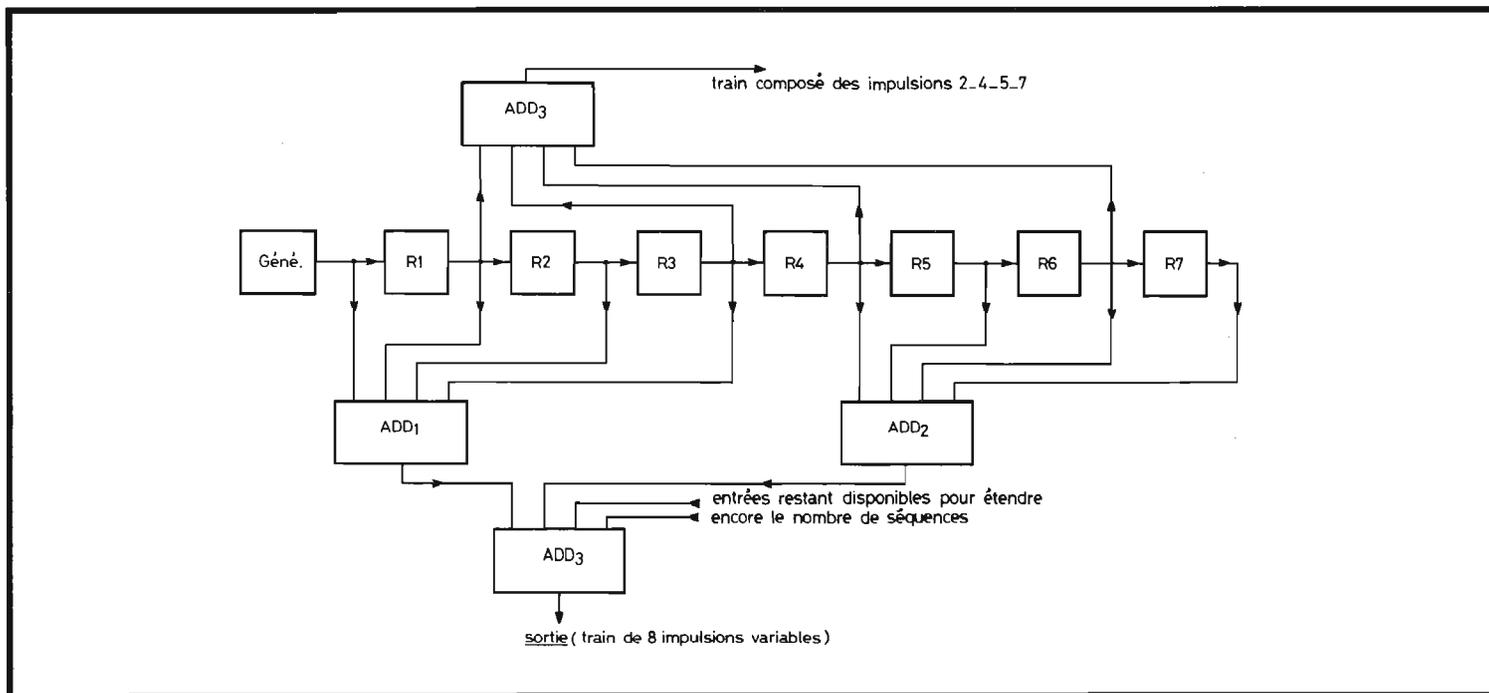

Fig. 3. – Exemple d'extension des possibilités du séquenceur au moyen de plusieurs additionneurs.
## Les accessoires de raccordements (fig. 3).
**Fig. 3.** – Pour exploiter les possibilités du banc pour maquettes, il sera nécessaire de réaliser divers accessoires de raccordements, comme le précise les croquis ci-dessus.
La **figure 3** montre comment il est possible de compliquer la séquence par l'emploi de modules supplémentaires.